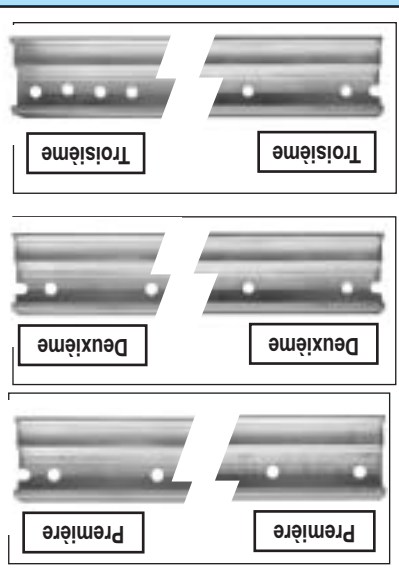

FIG. 1-1 Sections du rail. Sections de rail.
1. Identifier les sections de rail (Fig. 1-1).
1. Identificar las secciones de rail (Fig. 1-1)